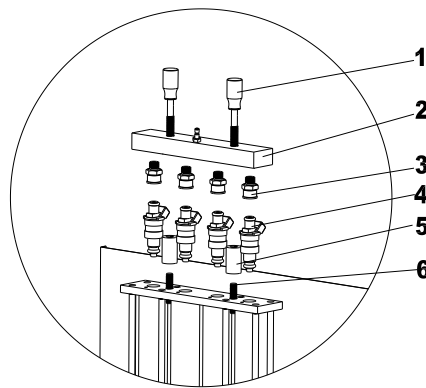

Рис. 04
- 3) Установить распределитель с верхней подачей топлива и форсунку на подпорку топливного распределителя с помощью регулировочного винта и рифленых гаек, а затем затянуть два рифленых болта (черные). См. Рис. 04.